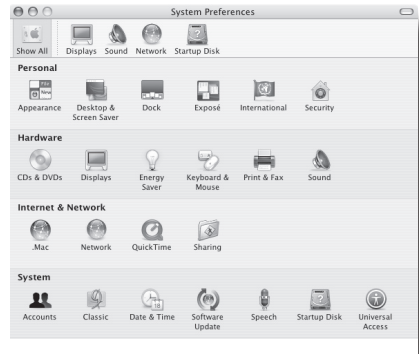

Figure 2
3. Ouvrez ensuite les préférences Son (Figure 2).